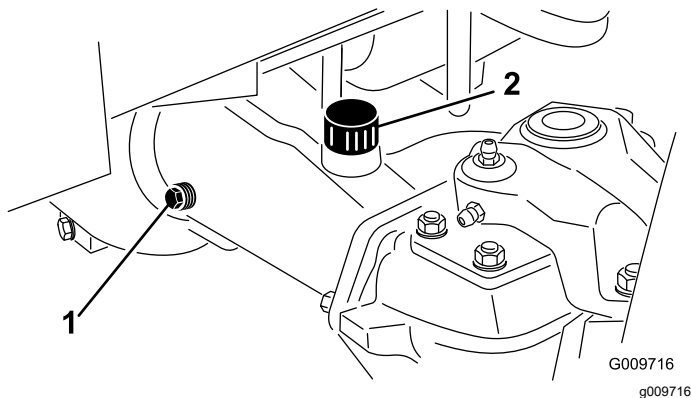

Figure 106
2. Enlevez un bouchon de contrôle à une extrémité du pont et vérifiez que le lubrifiant atteint la base de l'orifice (Figure 106).